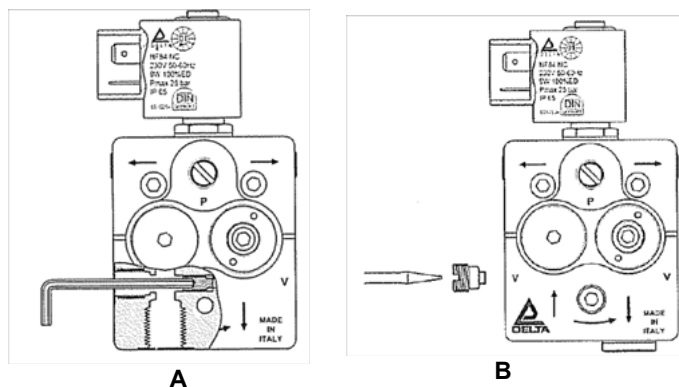

Рис. 8
- 2 используя специальный ключ на 2,5 мм, открутить винт с байпаса, находящийся внутри отверстия штуцера для замера вакуума (см. Рис. 8-А)
- 4 вставить и вкрутить заглушку диаметром 1/4" в отверстие обратного хода (см. Рис. 8-В).